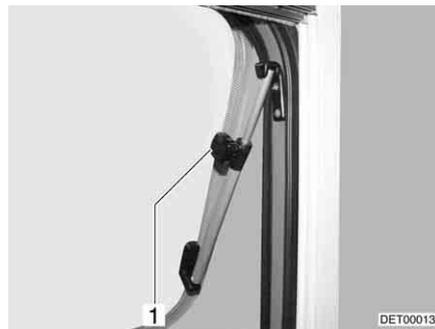

Fig. 55 Ventana abatible con soporte giratorio
- Abrir la ventana abatible hasta la posición deseada y fijarla con el botón moleteado (Fig. 55,1).
- Girar el botón moleteado (Fig. 55,1) hasta que se libere el bloqueo.